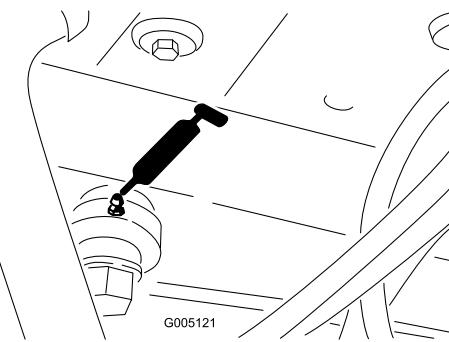

Figura 43
- Cilindro de la dirección asistida (Figura 43)